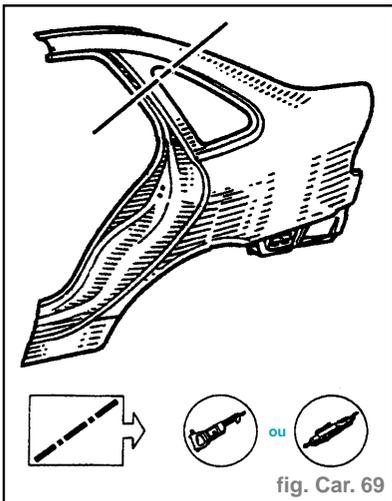

fig. Car. 69
- Le remplacement de cette pièce est une opération de base pour une collision arrière (fig. Car. 69).